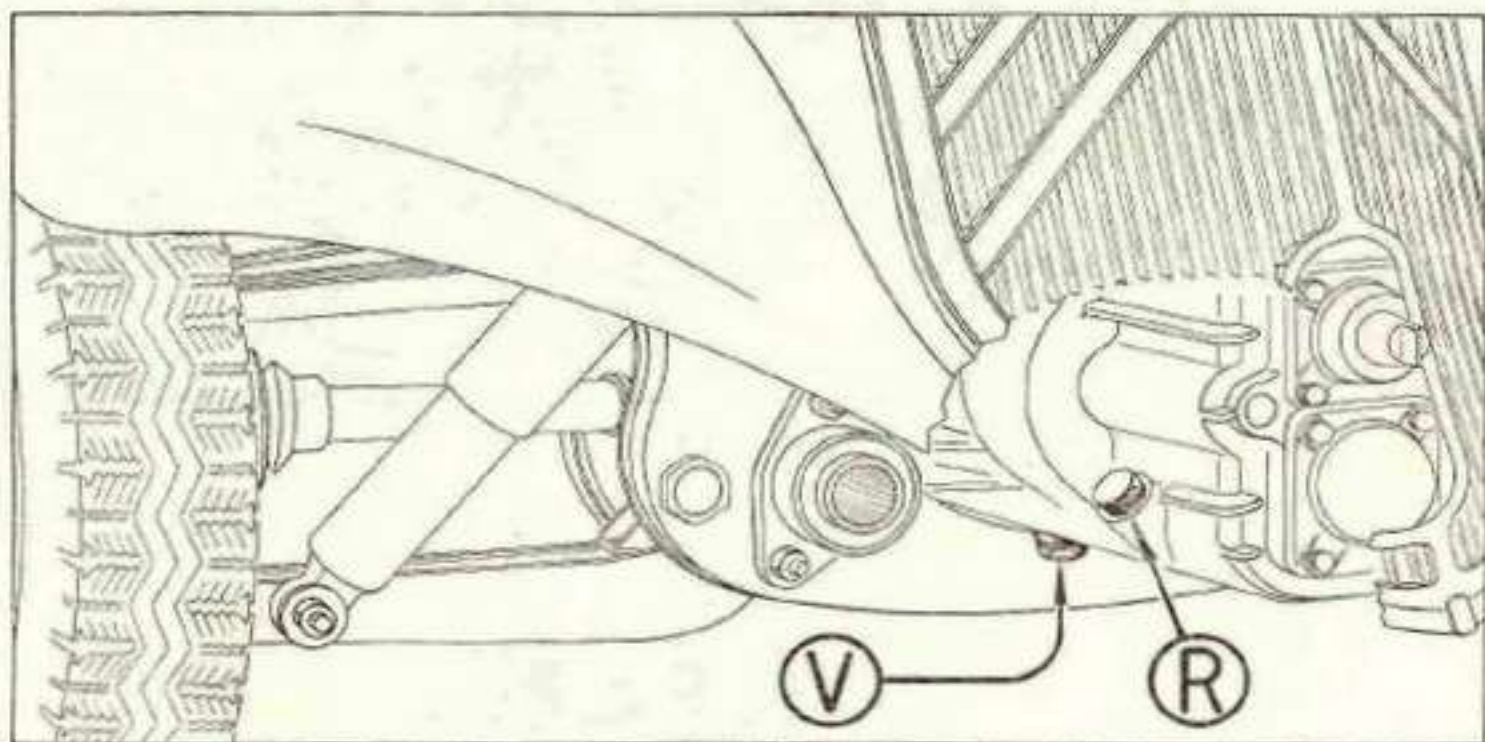

Fig. 18.
a) Vérifiez le niveau de l'huile dans la boîte : Dévissez le bouchon de remplissage R (fig. 18).
a) de vidanger votre boîte de vitesses : bouchon en V (fig. 18) ;